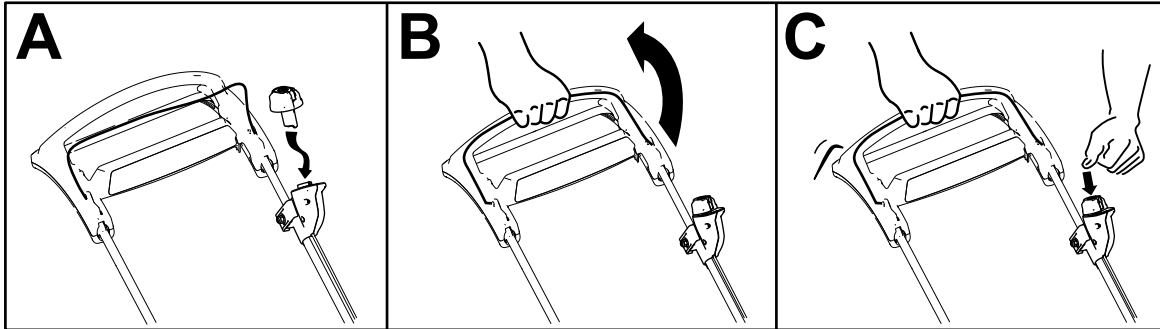

Bild 13
2. Stecken Sie den Elektrostarttaster in den Elektrostartschalter (A in Bild 13).
3. Drücken Sie den Schaltbügel und halten Sie ihn für 2 Sekunden gegen den Holm gedrückt (B in Bild 13).
4. Halten Sie den Elektrostarttaster gedrückt, bis der Motor startet (C in Bild 13).